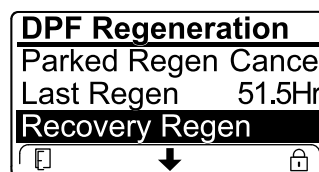

Рисунок 25
- Если компьютер двигателя не запрашивал восстановительную регенерацию, а вы перешли вниз к опции RECOVERY REGEN (ВОССТАНОВИТЕЛЬНАЯ РЕГЕНЕРАЦИЯ), восстановительная регенерация будет заблокирована и в нижнем правом углу дисплея инфо-центра появится значок «Замок» (Рисунок 25).